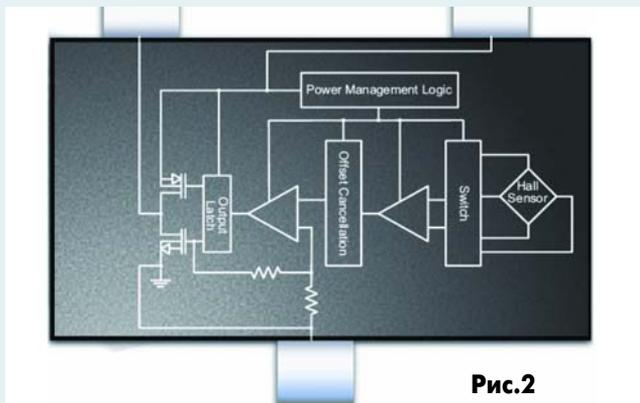

Рис.2
- MX887P - двухтактный выход, как показано на рис.2.